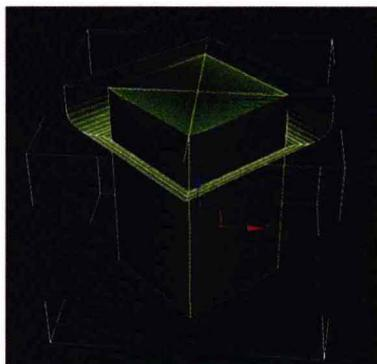

图 1-4
3. 选择【修改器】, 在【修改器列表】中按下键盘“L”键找到【Lathe】（车削）命令，得到如图 1-4 的效果模型。